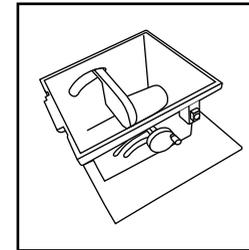

Fig. 1
- Retournez le corps principal de l'outil et placez-le sur un établi ou une surface similaire propres, stables et robustes (**Fig. 1**).